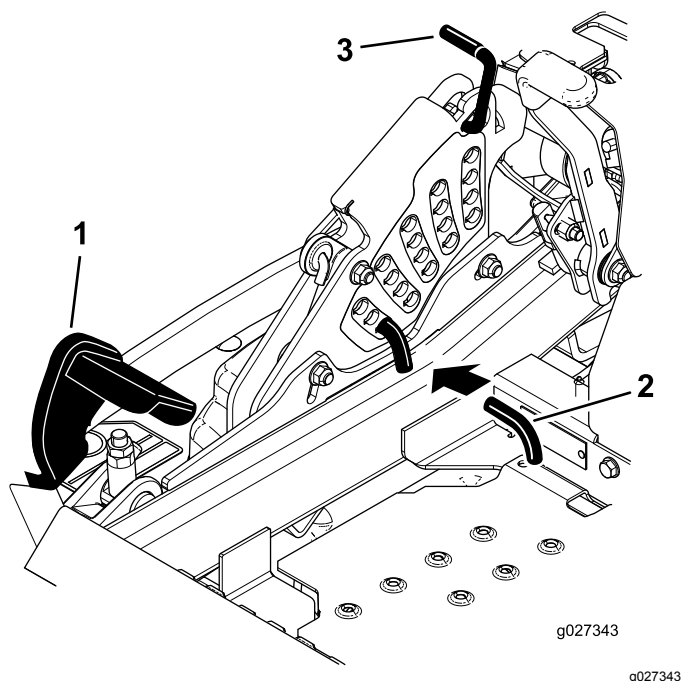

Figure 95
5. Enfoncez complètement la pédale de levage du plateau de coupe pour verrouiller le plateau à la position de transport de 14 cm (Figure 95).